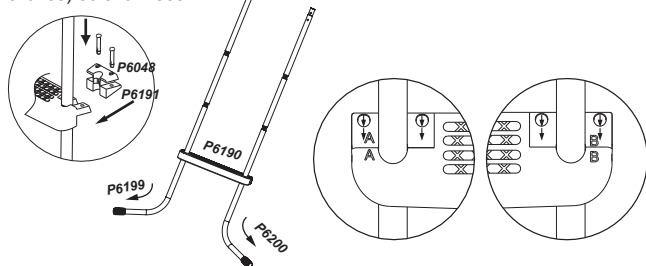

Figure 3
3. Montage du palier (figure 3)